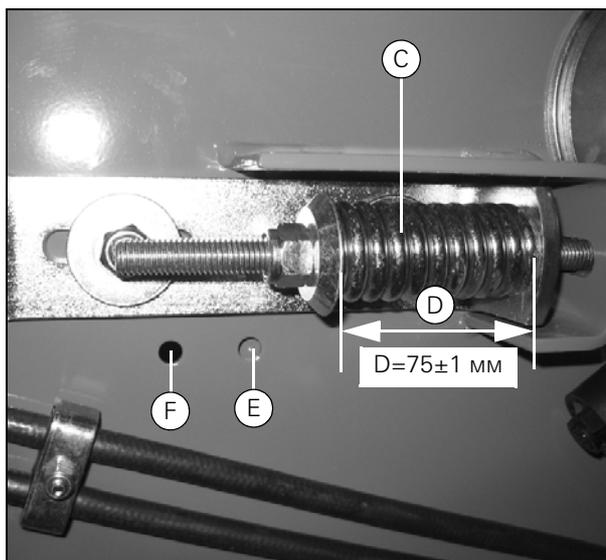

Рисунок 12
- Натяните цепь, сжав пружину (С) (Рис. 12). Расстояние (D) = 75 ± 1 мм. Помните, что упругость пружины блокируется втулкой, если данное расстояние равно 74 мм.
ВАЖНОЕ ЗАМЕЧАНИЕ: Убедитесь, что цепь элеватора имеет нужную длину. Длину цепи необходимо отрегулировать таким образом, чтобы подвеска вала закрывала переднее смотровое отверстие (Е) и не была видна в заднем отверстии (F) (Рис. 12).